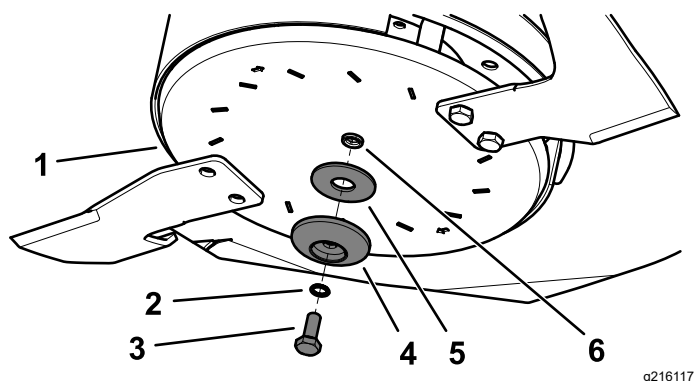

Figura 105
2. Togliete il bullone della lama, la rondella di bloccaggio elastica, il fermo della lama e la rondella curva dall'albero del mandrino (Figura 105).
3. Rimuovete il gruppo delle lame (Figura 105).